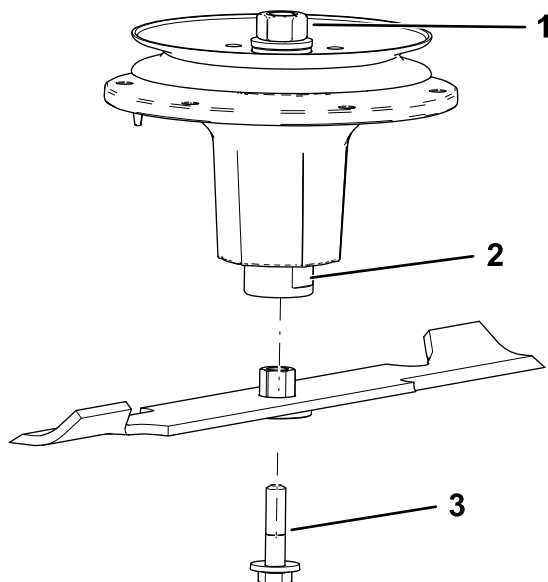

Figure 103
2. Installez l'ensemble douille et lame sur l'axe de pivot (Figure 103).